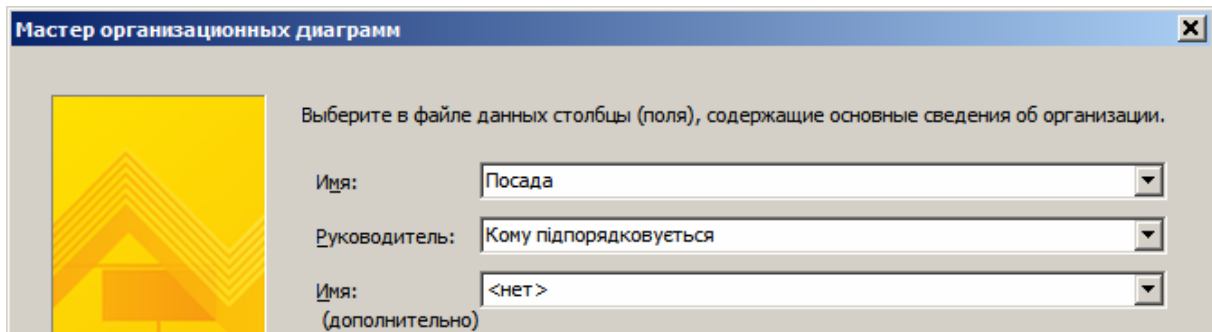

Рис. 3.26. Вказівка даних про підпорядкування співробітників
6. Ключовою для побудови діаграми – четвертий крок майстра (рис. 3.26). Потрібно вказати ті самі два стовпця, від яких залежить структура схеми. Поле *Имя* задає перелік даних про співробітників (у нашому випадку *Посада*), поле *Руководитель* – стовець підпорядкування (у нашому випадку – *Кому підпорядковується*).